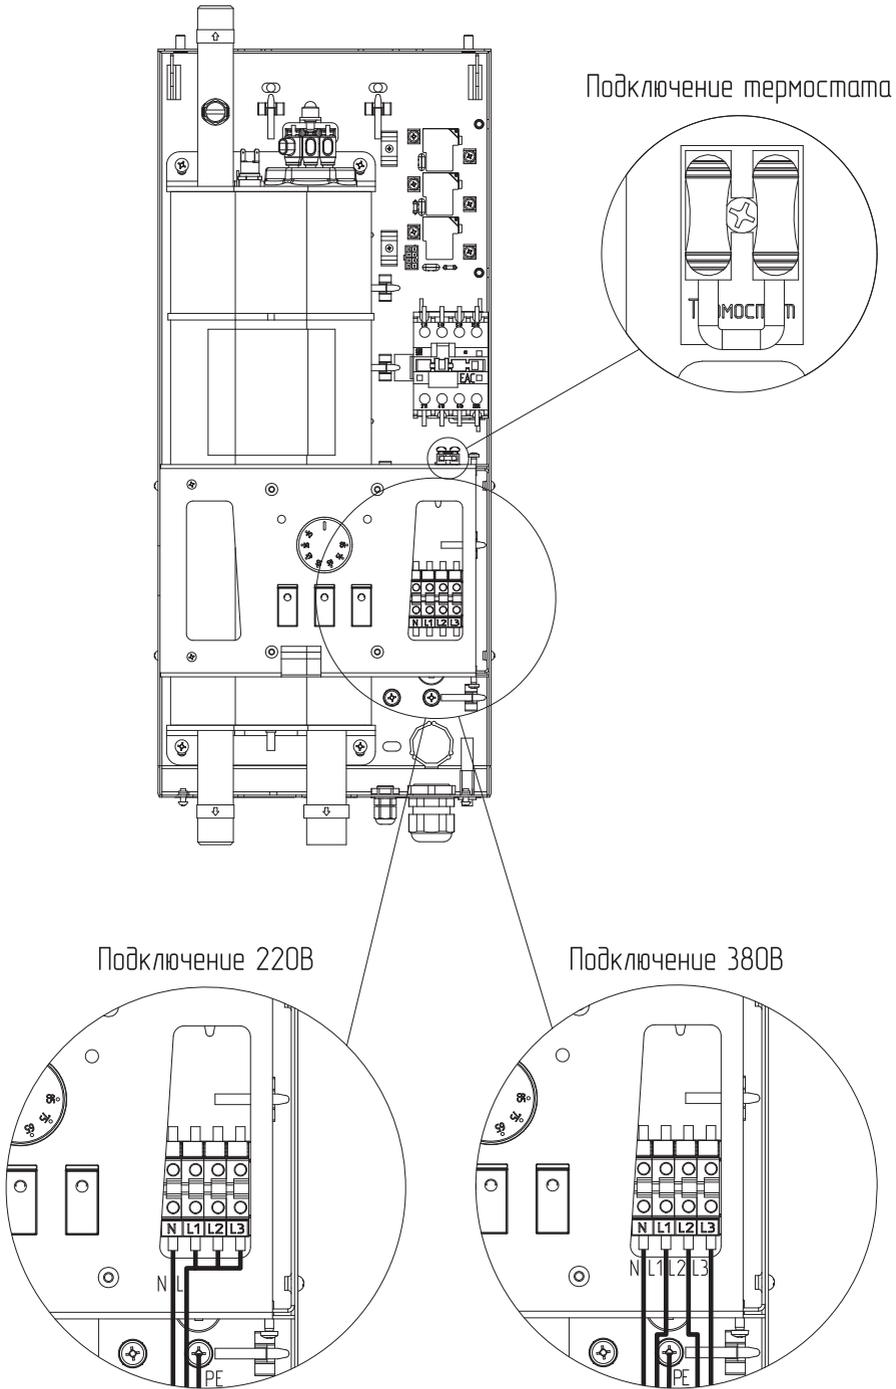

Рис. 10 Схема подключения котла
1. На котле вместо перемычки (**Рис. 10**) подключите выносной релейный термостат (в комплект не входит). При замкнутом контакте выносного термостата котел будет нагревать систему отопления до заданной на котле температуры. Котел отключится при достижении указанной на выносном термостате температуры воздуха или температуре теплоносителя.
1. При использовании устройства BAXI Connect+ его контакты управления дополнительным котлом подключите к котлу AMPERA LITE вместо переключки комнатного термостата, как показано на **Рис. 10**. В соответствии с рекомендациями в инструкции BAXI Connect+ проведите настройку в приложении на смартфоне.